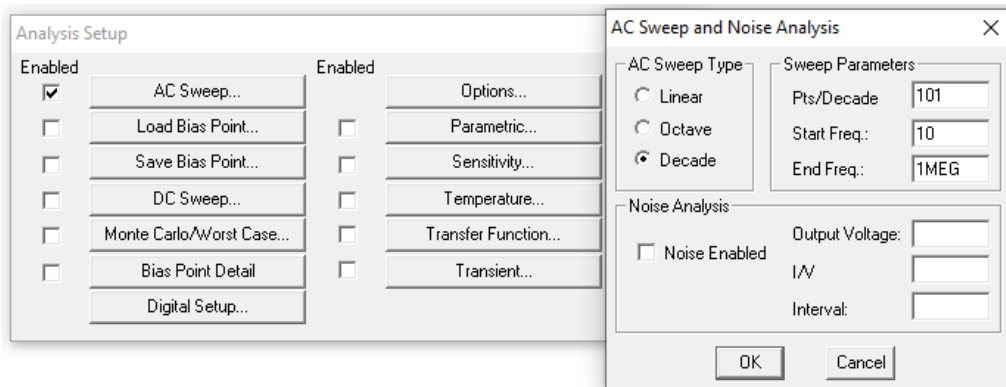

Рис.6. Параметры частотного анализа
- Временной анализ отменить и установить режим анализа по переменному току с параметрами, указанными на рис. 6.